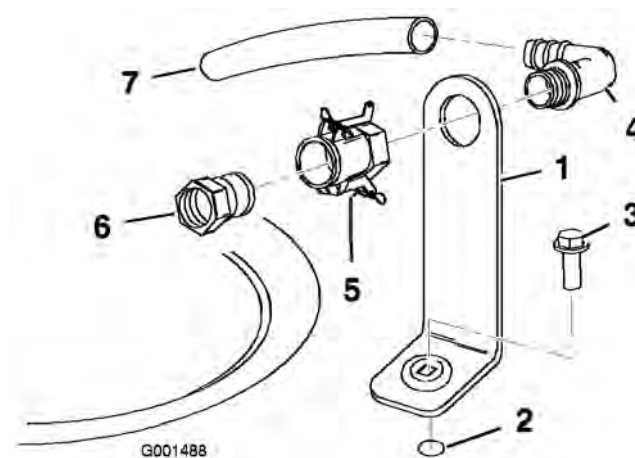

Figura 3
1. Coloque el soporte del dispositivo de llenado sobre el taladro roscado del depósito y fíjelo con una tuerca con arandela prensada (5/16 x 3/4 pulgada) (Figura 3).
2. Pase el extremo roscado del codo de 90 grados por el soporte y enrosque sobre el mismo el acoplamiento rápido, fijándolo al soporte (Figura 3).
3. Instale el adaptador de manguera en el acoplamiento rápido (Figura 3).
4. Bloquee el adaptador en su sitio moviendo las palancas hacia el adaptador y luego fíjelas con los pasadores de horquilla (Figura 3).
5. Instale la manguera antisifónica en el extremo dentado del codo de 90 grados (Figura 3).